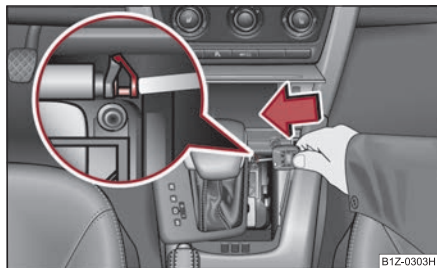

Fig. 158 Desbloqueo de emergencia de la palanca selectora
- Presionar mediante un objeto fino (p. ej. llave de encendido) el cepillo de plástico amarillo $\Rightarrow$ fig. 158 hacia la izquierda.